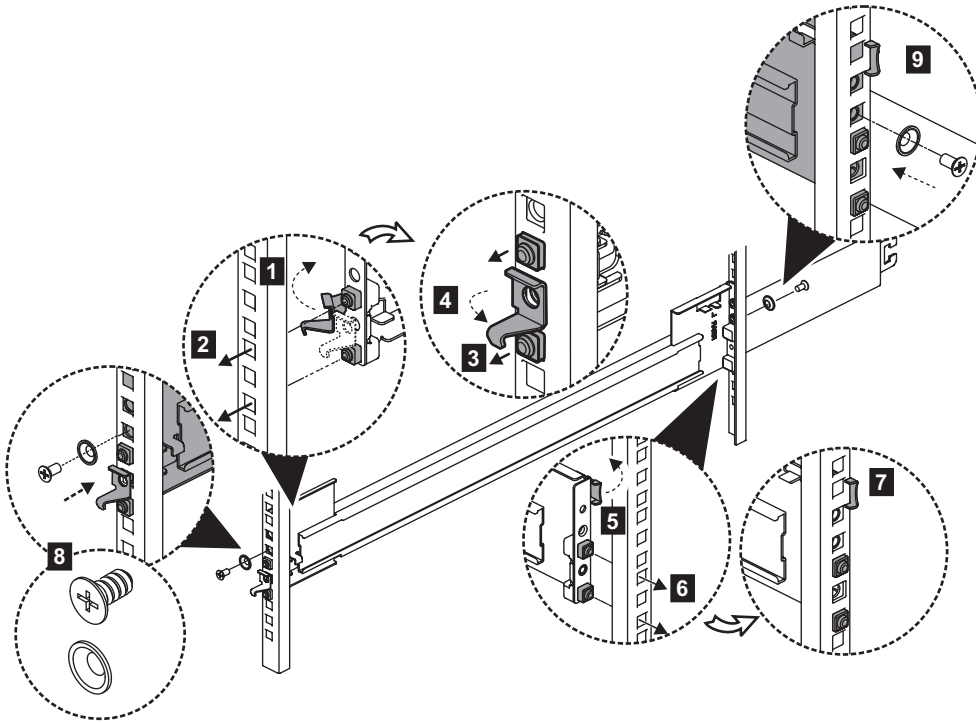

Abbildung 24. Halterung am Rahmen installieren
7. Bringen Sie den äußeren Teil der Schiene am hinteren Rahmen an (siehe Abb. 24).